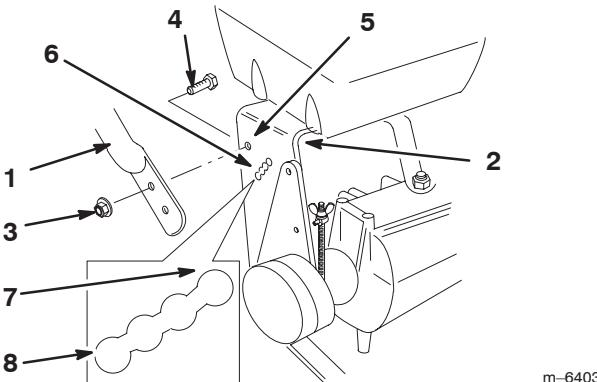

Figure 24
- Desserrez les boulons à colerette supérieurs (3/8 x 1 pouce) et l'écrou à colerette qui fixent le guidon au bâti arrière (Fig. 24).
- Retirez les boulons à colerette inférieurs (3/8 x 1 pouce) et les écrous à colerette qui fixent le guidon au bâti arrière (Fig. 24).